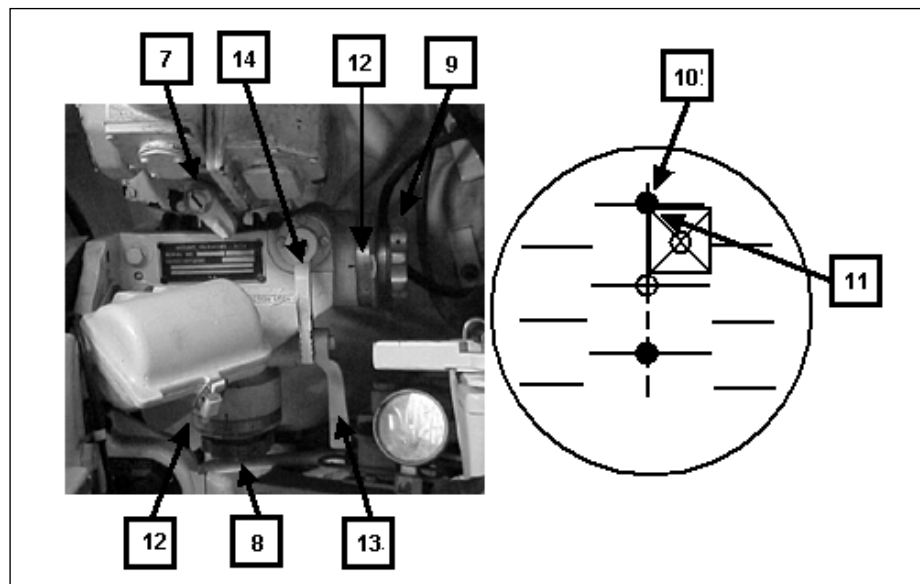

Fig 7-29. Alinhamento da luneta M105D
(4) Alinhamento da luneta M105D. (Fig 7-29 e 7-30)